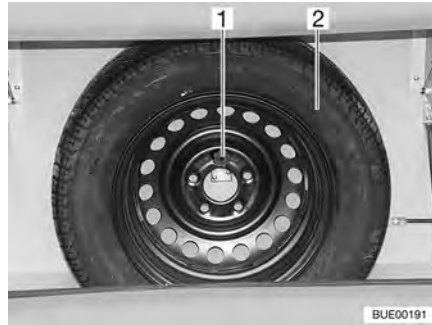

Fig. 220 Supporto per la ruota di scorta
Il supporto per la ruota di scorta è fissato nel vano portabombole. La ruota di scorta (Fig. 220,2) è disponibile con sovrapprezzo.
- Svitare il bullone (Fig. 220,1).
- Prelevare la ruota di scorta (Fig. 220,2).